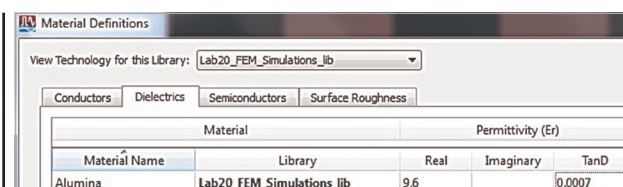

Рис. 90
- Перейдіть в меню **Technology** (Технологія) > **Material Definition** (Задання матеріалу) і на вкладці **Dielectric** (Діелектрик) змініть значення TanD (тангенс кута втрат) для Alumina на 0.0007. Також можна додати діелектрик за допомогою опції **Add from Database** (Додати з бази даних) (рис. 90).